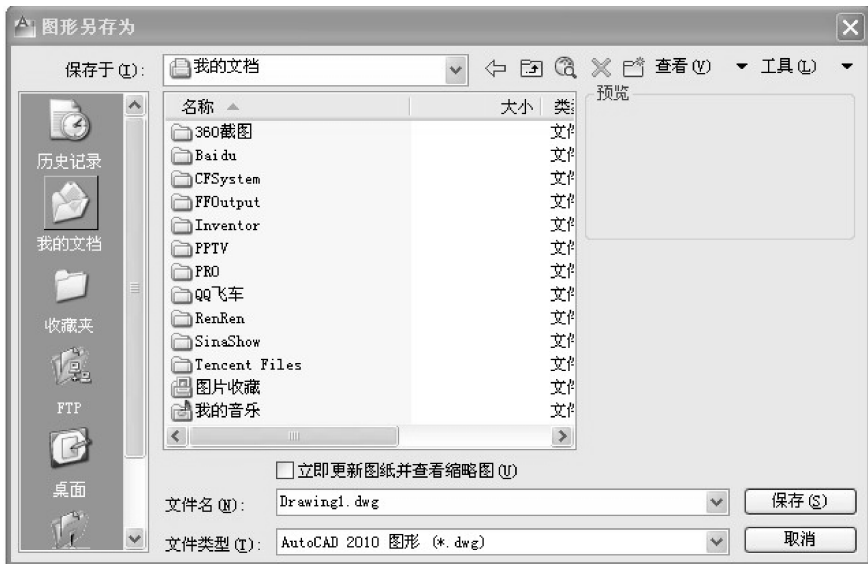

图 1-2 “图形另存为”对话框
1) 选择“文件”→“保存”(或“另存为”)命令, 或单击“标准”工具栏中的“保存”按钮, 打开“图形另存为”对话框, 如图 1-2 所示。